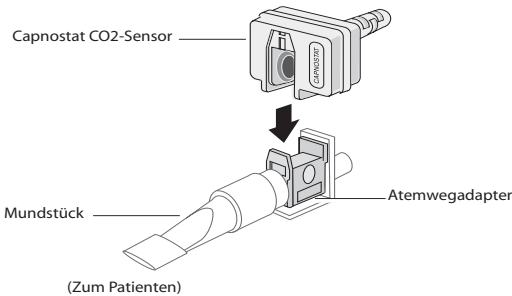

Abbildung 3
- b. Drücken Sie den Sensor und den Atemwegadapter zusammen, bis Sie hörbar „einrasten“ (siehe Abbildung 3).